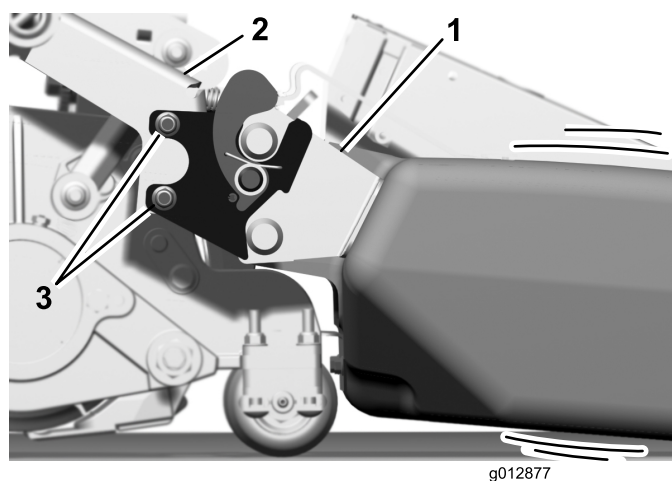

Figure 17
- A. À chaque extrémité du bac, desserrez les écrous des boulons de carrosserie qui fixent les ensembles guide et support aux supports du bac (Figure 17).